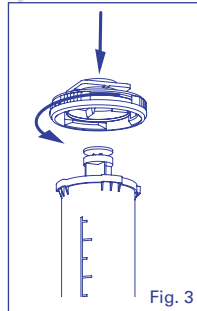

Fig. 3
- 5 Red syringe needs adapter (7) supplied with the instrument to be fitted first (Fig. 3).
- 5 Rote Spritzen müssen zuerst mit dem mitgelieferten Adapter (7) versehen werden (Abb. 3).